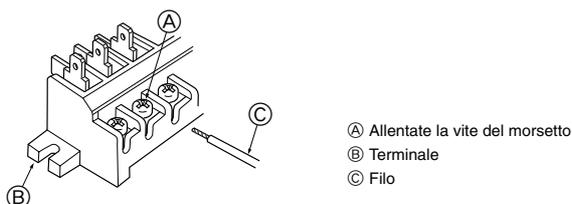

Fig. 7-6
- Stare attenti a non invertire i fili. (Fig. 7-6)